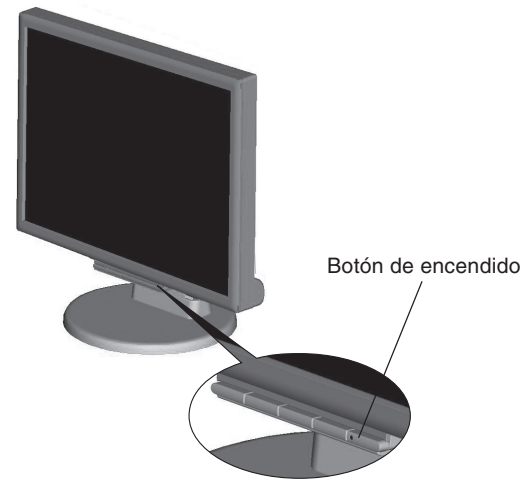

Figura C.1
7. Encienda el monitor y el ordenador con el botón de encendido (**figura C.1**).